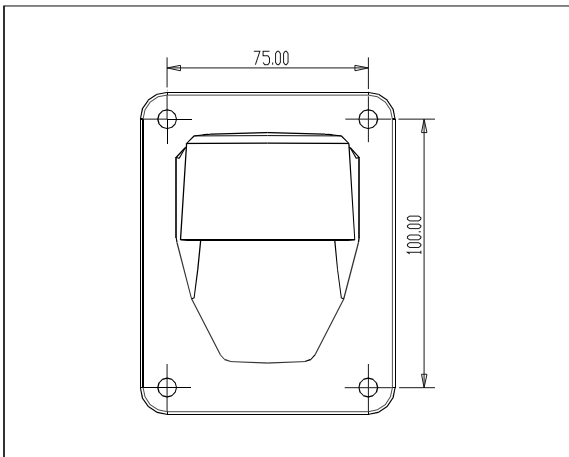

图2.2-1
1. 在安装的墙壁上，用壁挂支架作样板，画出钻孔的中心位置。（如图2.2-1所示）